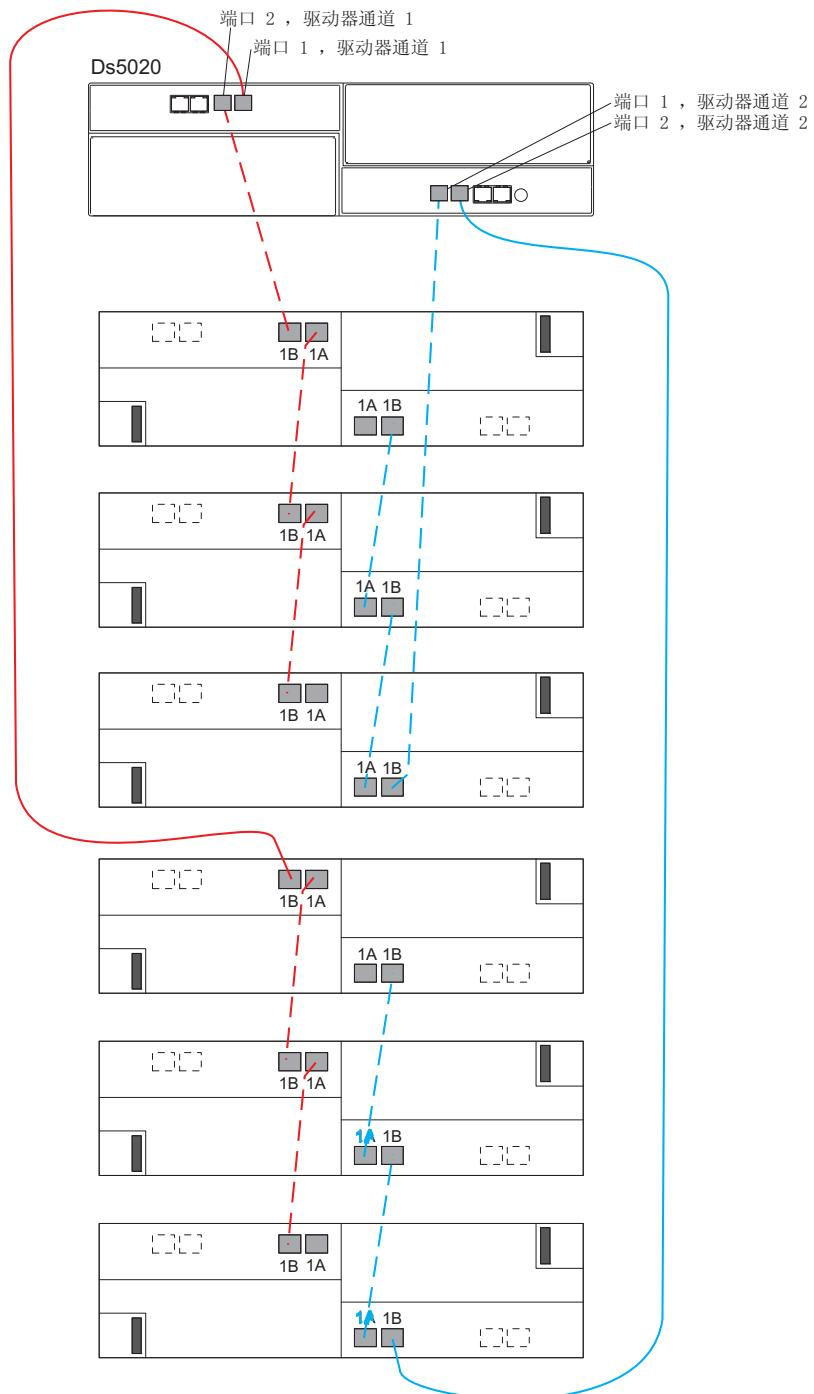

图 42. 用电缆连接一个 DS5020 和最多六个存储扩展机柜
如果要用电缆连接一个 DS5020 存储子系统和最多六个存储扩展机柜，图 42 显示了正确的电缆连接拓扑。
7. 将六个存储扩展机柜连接到 DS5020 时，请使用两个驱动器通道中的所有端口。请参阅第 62 页的图 42，了解电缆连接拓扑。